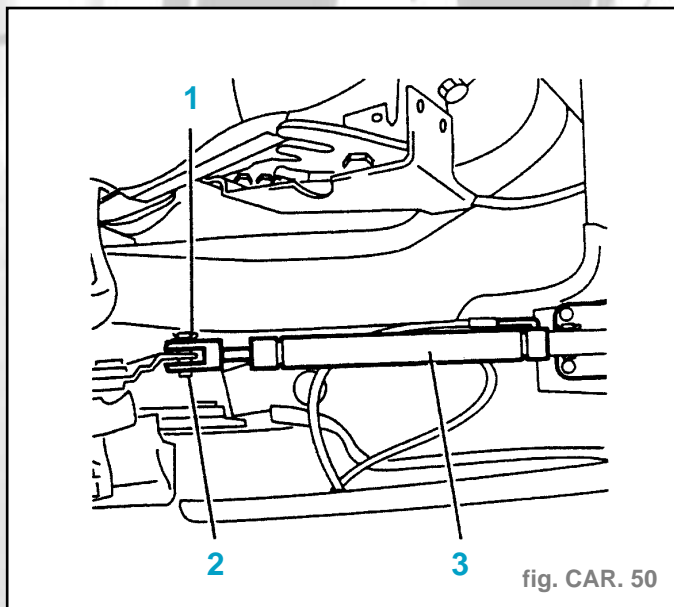
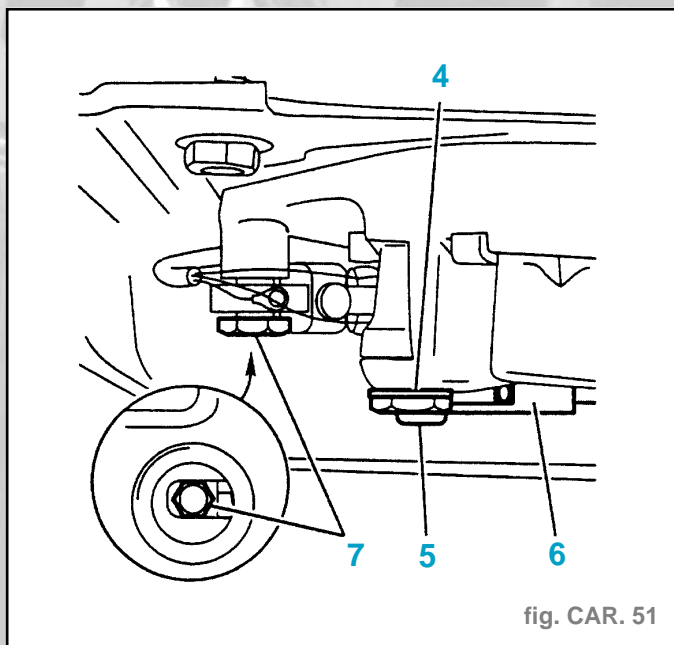
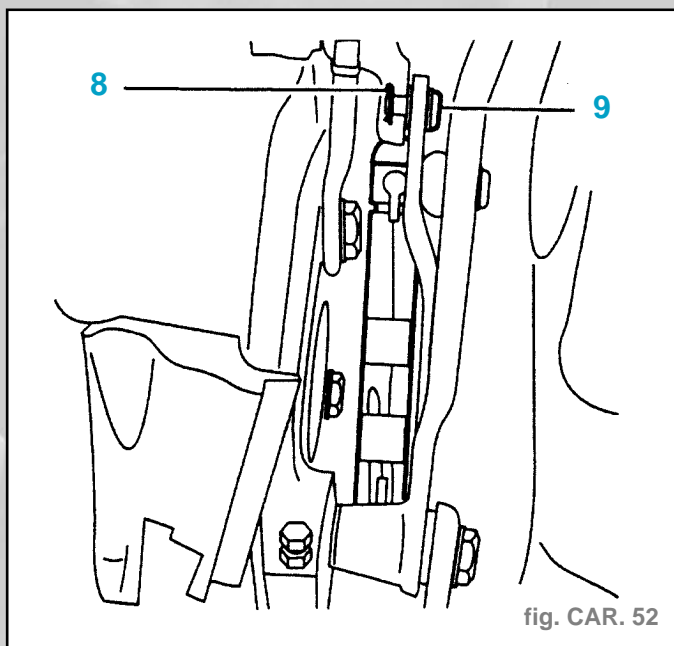

fig. CAR. 50
fig. CAR. 51
fig. CAR. 52
- Déposer (coté gauche) (fig. CAR. 50) :
- l'agrafe (1),
- l'axe (2).
- Laisser reposer le vérin (3) dans le fond du rangement de capote.
- Déposer (coté droit) (fig. CAR. 51) :
- l'agrafe (4),
- l'axe (5),
- le vérin (6).
- Déposer la fixation (7) en passant par la découpe dans la doublure de rangement de capote.
- Déposer (fig. CAR 52) :
- l'agrafe (8),
- l'axe (9).